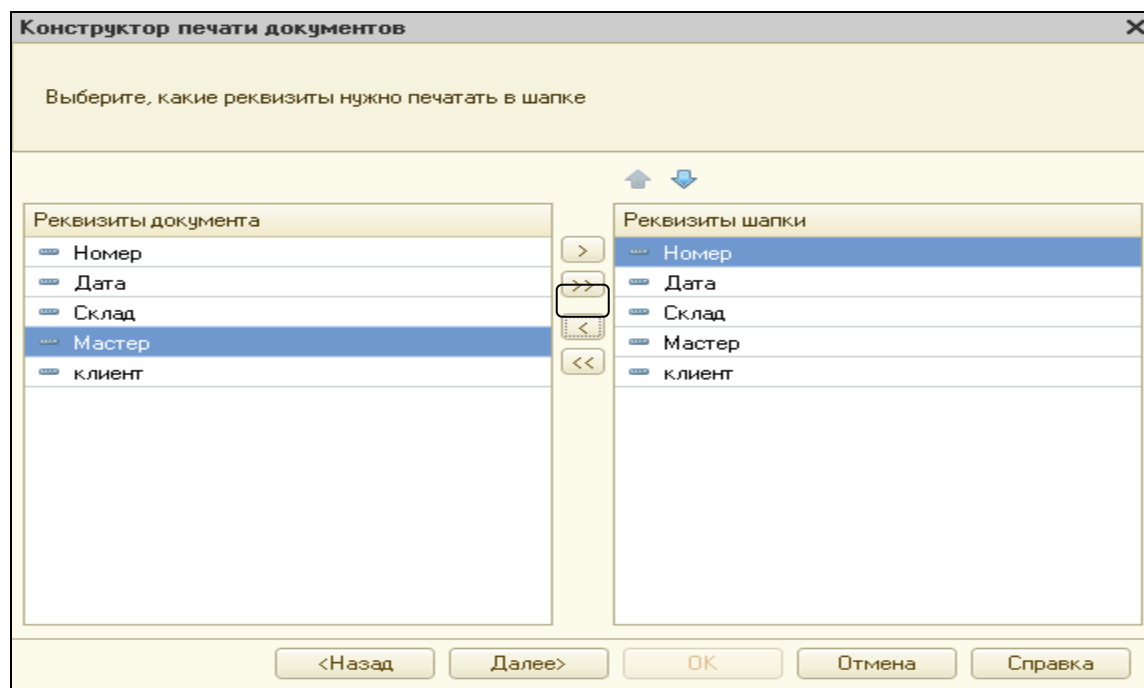

Рисунок 2.18 Реквизиты шапки отчета
2. Перенести все реквизиты документа в область **Реквизиты Шапки** кнопкой, помеченной двойными угловыми скобками (рис. 2.18). Нажать **Далее**.